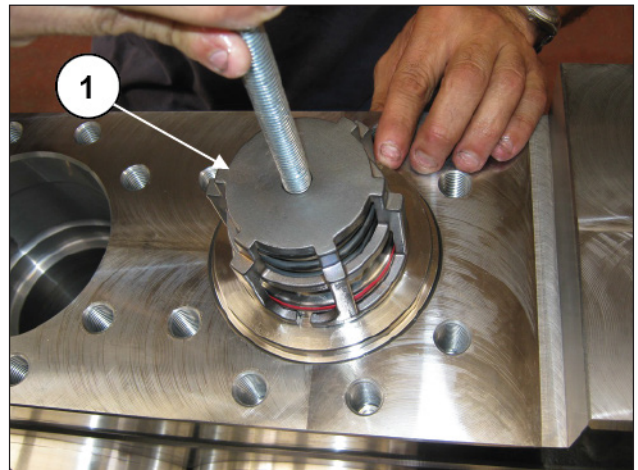

Abb. 170
Entfernen Sie die Druckventilgruppe mithilfe eines Abziehers mit Schlagwerk an der Bohrung M12 der Ventildführung (Pos. ①, Abb. 170).